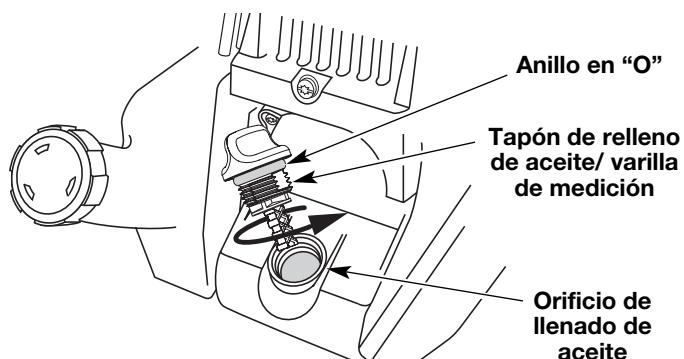

Fig. 7
- Saque el tapón de aceite/ varilla de medición del cigüeñal (Fig. 7).